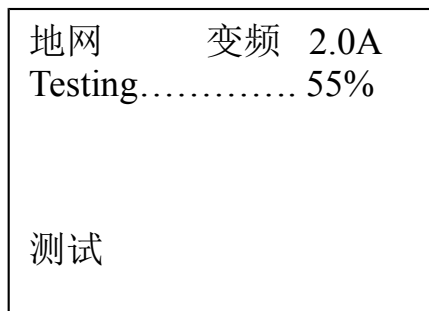
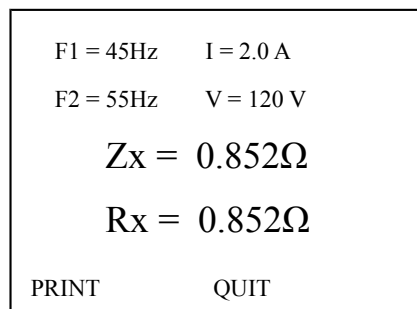

图 6
图 7
4. 测试：打开高压允许开关，当光标在测试项目上时，按**确认**键大约 5 秒钟开始测试。测试过程中显示的画面如图 6（地网，变频）所示，当下面的进程到 100%时候测试完毕，然后显示测量结果见图 7 所示，此时光标指示打印机图标，按确认键打印报告。测量结果的意义如下：
5. **手动打印:** 仪器测试完毕,出现图7所示的界面。按 键可以在“print”, “quit”之间选择。如果选择“print”,按一下“确认”键,就会打印结果。如果选择“quit”,按一下“确认”键,就会返回初始界面如图3所示。